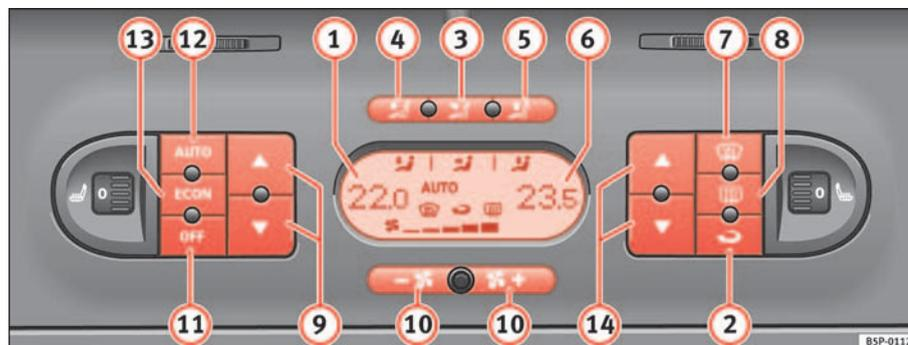

Fig. 126 Sur le tableau de bord : éléments de commande du Climatronic 2 zones
- Appuyez sur l'une des touches ⇒ page 161, fig. 126 ③ à ⑤, sur la touche (ECON) ou appuyez sur les touches de la soufflante ⑩ pour activer le mode manuel. Le symbole (AUTO) disparaîtra alors de l'affichage.
- Appuyez sur la touche  ⇒ page 161, fig. 126  pour activer ou désactiver le mode recyclage de l'air ambiant. Il est activé si vous voyez sur l'affichage le symbole .